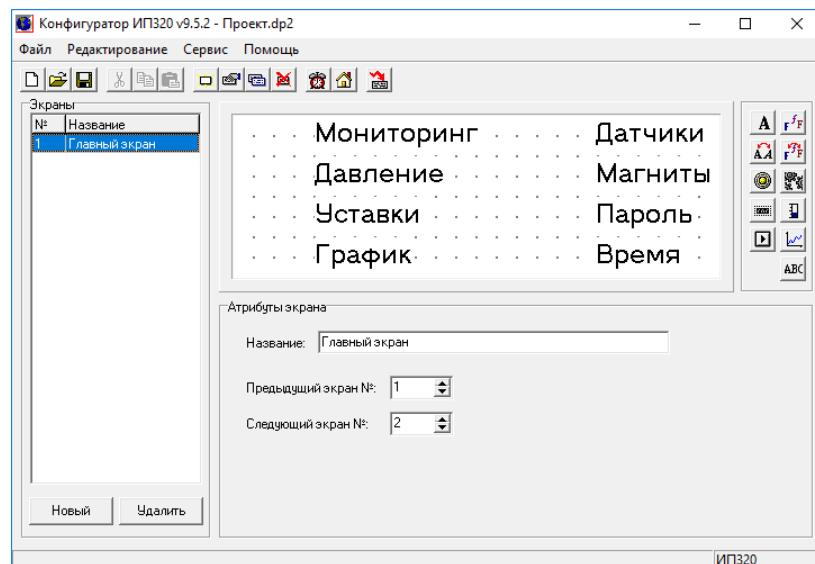

Рисунок 7.3 – Текстовые элементы экрана №1
- Снизу от рабочей области отобразится область «Атрибуты экрана» (см. рисунок 7.3). В поле «Название» – задать: «Главный экран».
9. Создать текстовые элементы экрана. Приемы ввода текста описаны в п. 4.2. Результат (см. рисунок 7.3).